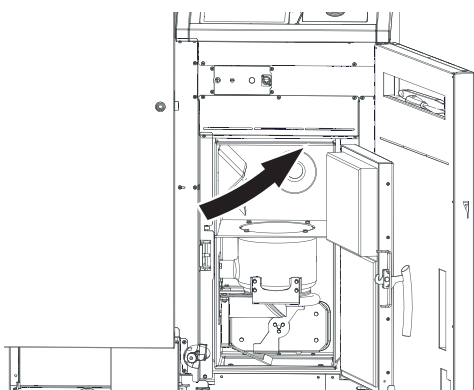
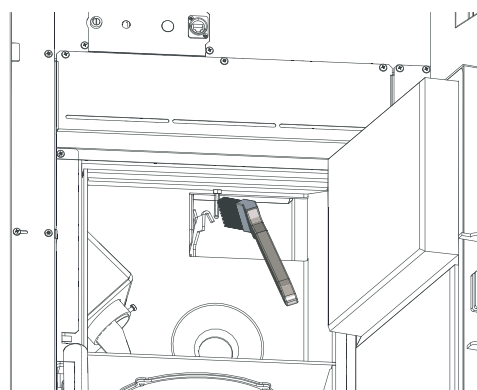

Fig. 49 Thermocontrol-Fühler reinigen
Fig. 50 Thermocontrol-Fühler reinigen
- ▶ Bei Bedarf Flugasche vom Thermocontrol-Fühler mittels Reinigungspinsel entfernen. Der Thermocontrol-Fühler befindet sich im Brennraum – Fig. 49, Fig. 50.